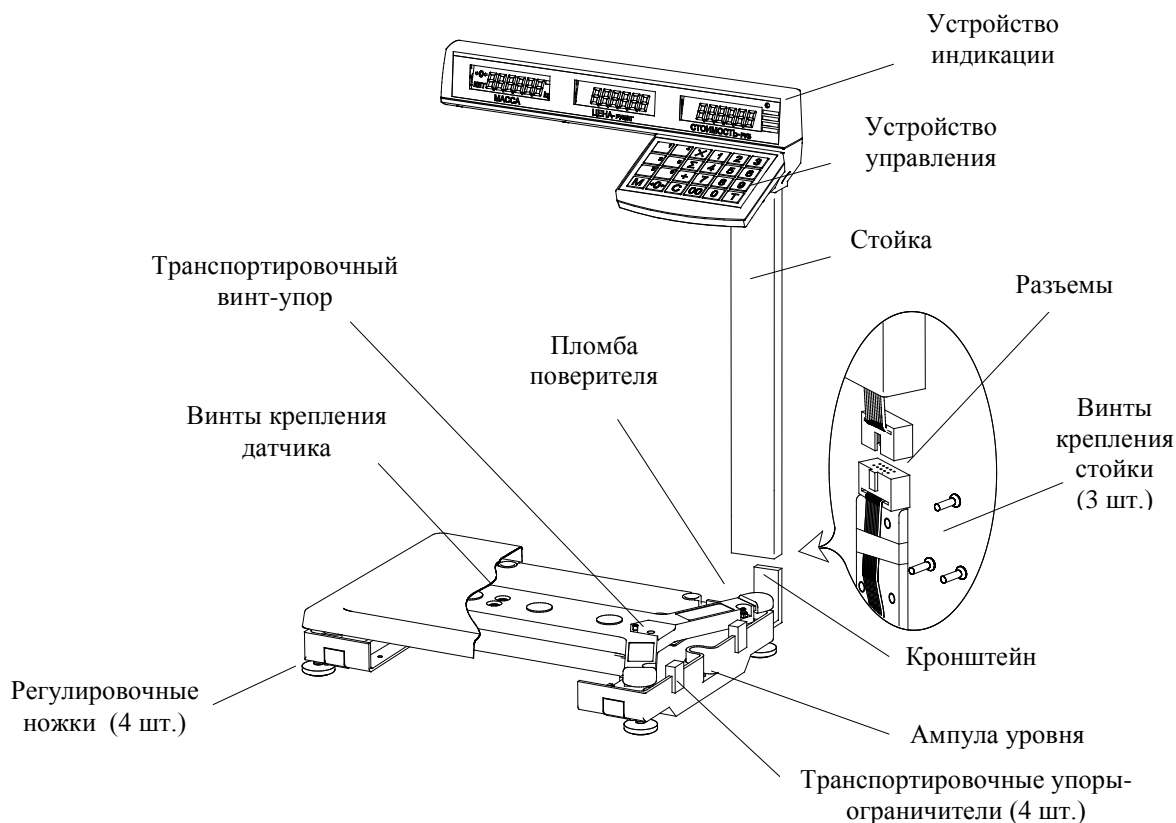
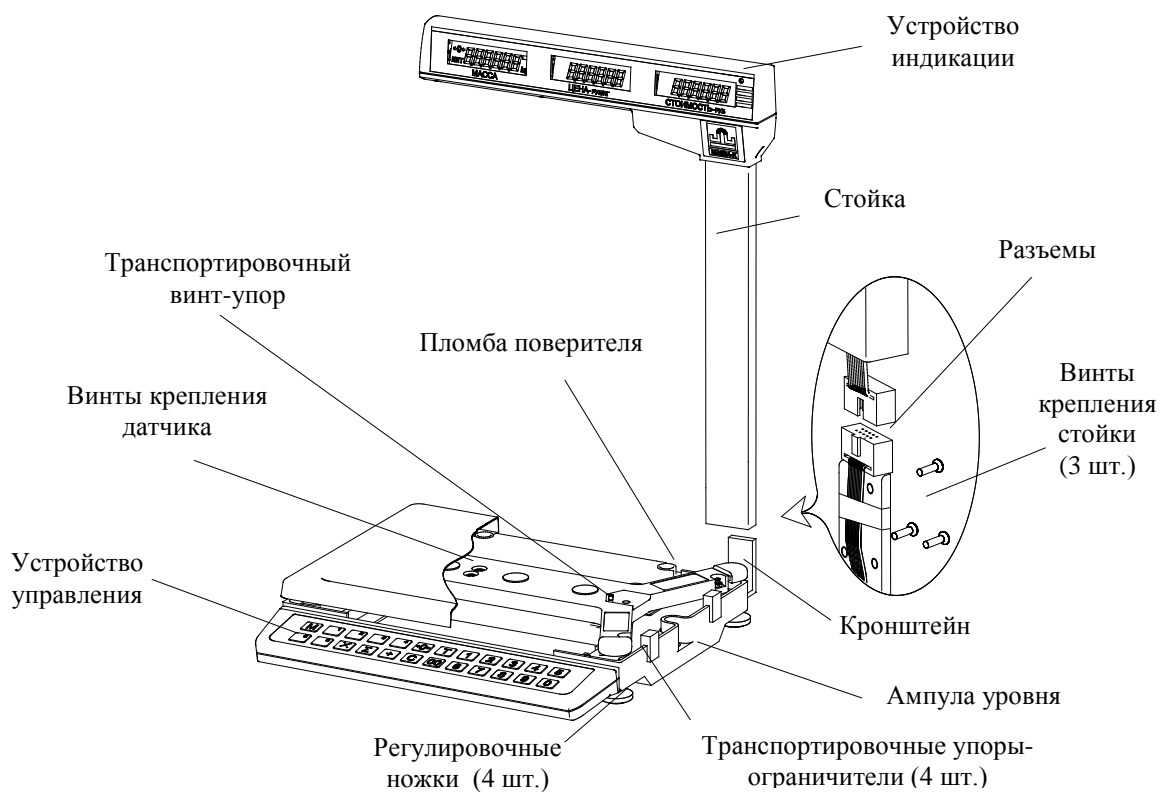
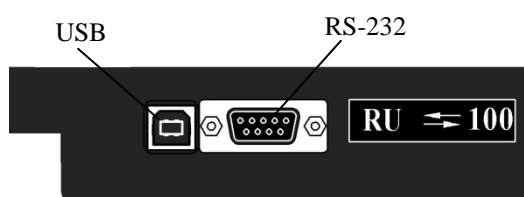

Рис. 5.1- Весы МК_ТВ21
Рис. 5.2- Весы МК_ТН21
Рис. 5.3 – Расположение разъемов интерфейсов USB и RS-232 на задней панели весов МК_ТН21(RU), МК_ТВ21(RU)
Конструкция весов представлена на Рис. 5.1, Рис. 5.2. Расположение разъёмов весов МК_ТН21(RU), МК_ТВ21(RU) –на Рис. 5.3 Назначение кнопок клавиатуры и элементов индикатора приведено в Табл. 5.1, Табл. 5.2.
6.2 Снять грузоприемную платформу с весов и убрать транспортировочные упоры-ограничители (Рис. 5.1, Рис. 5.2).